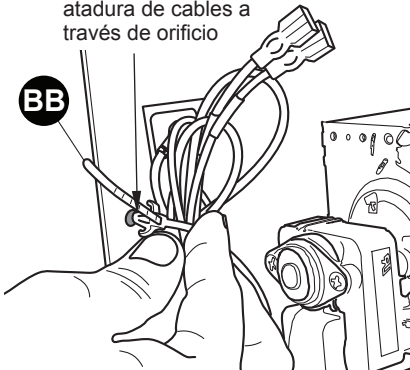

Figura 8 - Asegurar los cables del ventilador
8. Liar los cables con la abrazadera (BB). Adjuntar atadura de cables al panel superior a través del orificio como se muestra en la Figura 8. Esto es para evitar cualquier daño por calor a la placa de aislamiento.